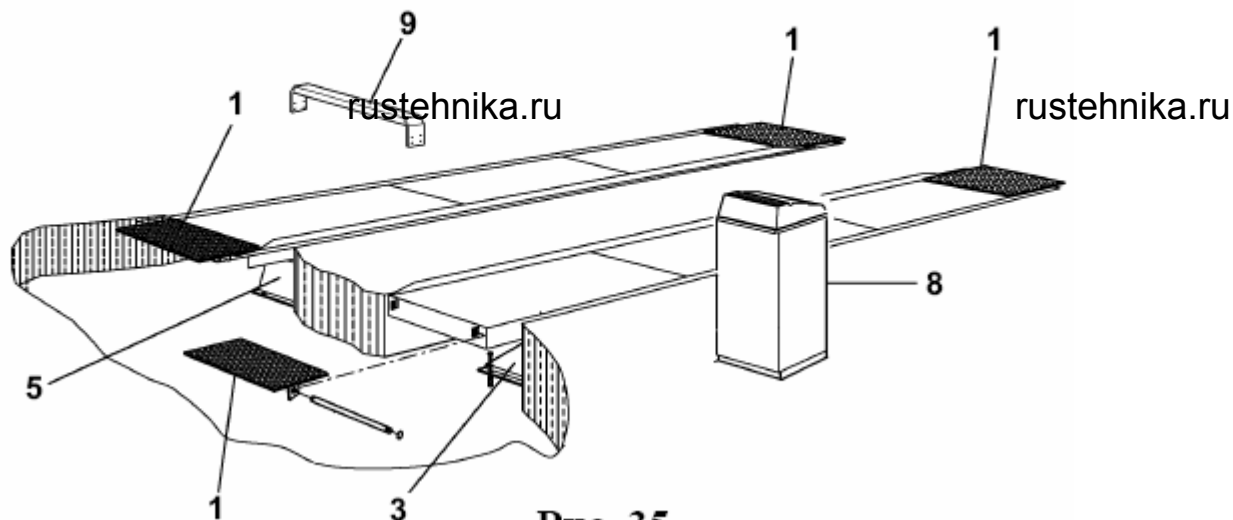

Рис. 35
К Рис. 35 – Установка противооткатных устройств (1).